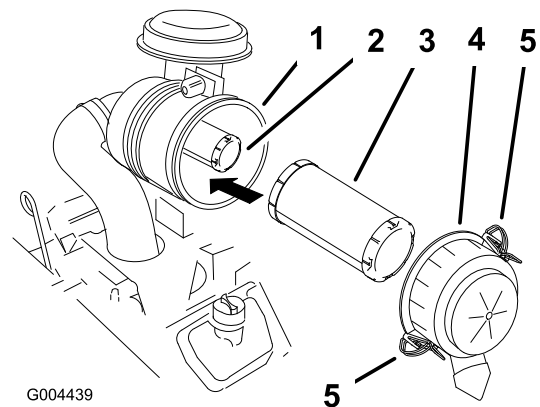

Figura 32
y cause daños. Abra los cierres del limpiador de aire y tire de la tapa del limpiador de aire para separarla de la carcasa del limpiador de aire (Figura 32).
4. Limpie el interior de la tapa del limpiador de aire con aire comprimido (Figura 32).
5. Extraiga con cuidado el filtro primario del cuerpo del limpiador de aire (Figura 32). Evite golpear el filtro contra el lado de la carcasa.
1. Si está instalando filtros nuevos, compruebe cada filtro para asegurarse de que no ha sufrido daños durante el transporte. No utilice un filtro dañado. (Figura 32).
2. Si va a cambiar el filtro de seguridad, deslícelo cuidadosamente en el cuerpo del filtro (Figura 32).
3. Deslice cuidadosamente el filtro primario por encima del filtro de seguridad (Figura 32). Asegúrese de que está bien asentado empujando sobre el borde exterior del filtro mientras lo instala.
4. Instale la tapa del limpiador de aire con el lado que lleva la palabra **UP** hacia arriba, y fije los cierres (Figura 32).